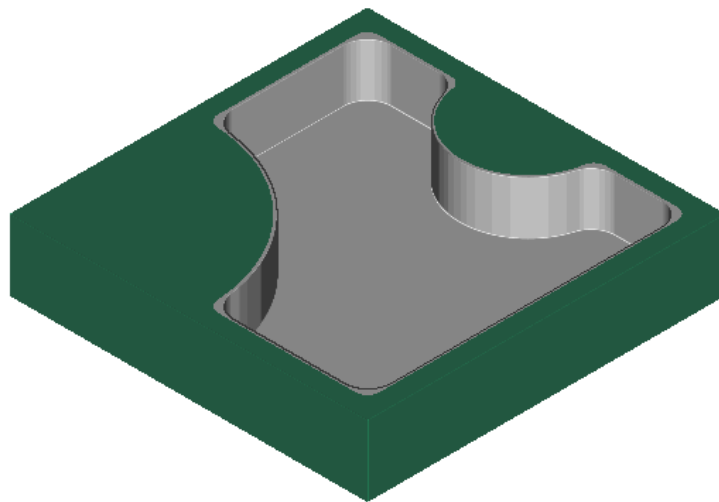

图 8-50
- 单击  验证刀轨，单击比较，显示如图 8-50 所示的加工结果：侧壁余量不均匀，拐角处余量较多，应进一步加工。单击 OK 回到操作对话框中。